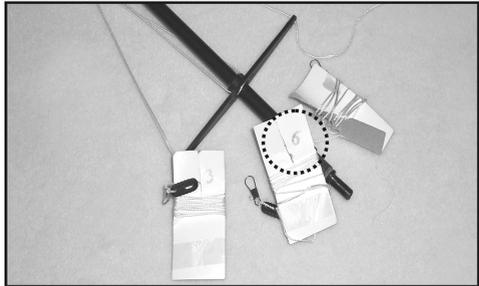

Figure 9
- Un numéro est apposé en usine sur chaque corde de tension, voir figure 9.